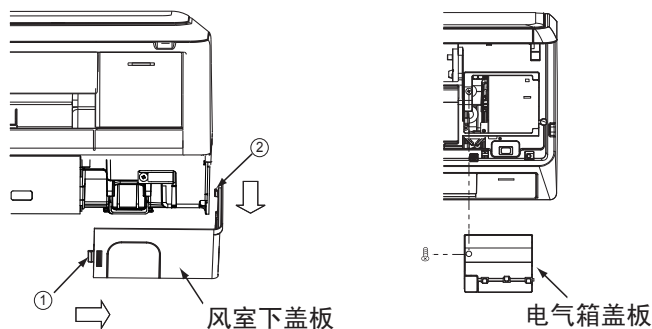

图14
(1) 连接盖板拆去顺序
用手将面框右下角风室下盖板 ①、② 处的勾子沿箭号方向拉，将风室下盖板取出。（如图14）
(2) 电线连接顺序
- 打开面板，拧开面框右侧电气箱盖板螺钉，将其取下。（如图14）